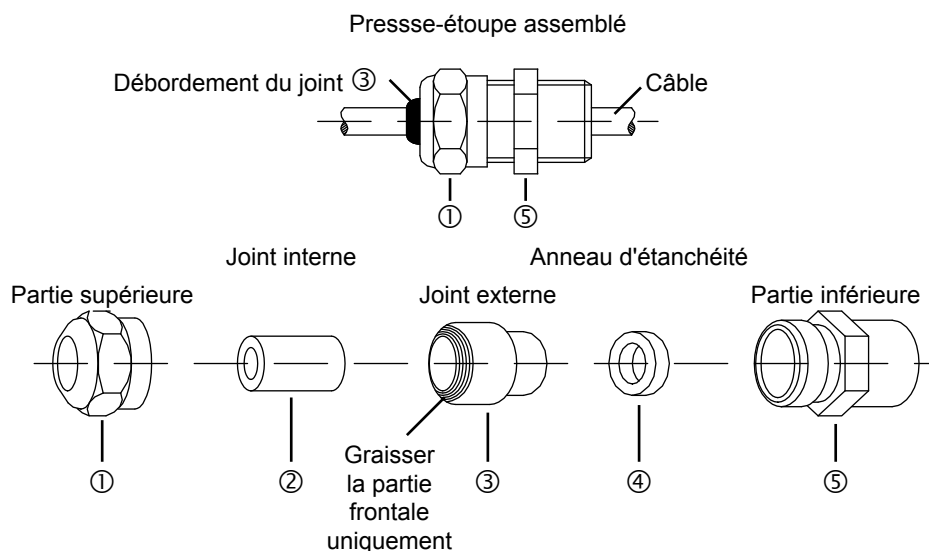

Figure 2-3 Presse-étoupe (vue d'ensemble et explosée)
3. Passer les câbles dans les presse-étoupe en procédant comme le montre la *figure 2-3* :
- a. Dévisser l'élément ① dans le sens inverse des aiguilles d'une montre. L'élément ⑤ ne doit pas être enlevé du boîtier.
- b. Extraire les joints ② et ③ de l'élément ①. Ces deux éléments permettent d'adapter le presse-étoupe à différents diamètres de câble. L'élément ② peut être retiré de l'élément ③ en le poussant simplement vers l'extérieur.
- c. Passer le câble à travers les éléments ①, ② (si utilisé), ③, ④ et ⑤.
- d. Remonter les éléments du presse-étoupe et, avant de placer l'élément ①, enduire le joint ③ de silicone selon l'indication de la *figure 2-3*. Serrer l'élément ① de telle sorte qu'il y ait débordement des joints pour offrir l'étanchéité requise.